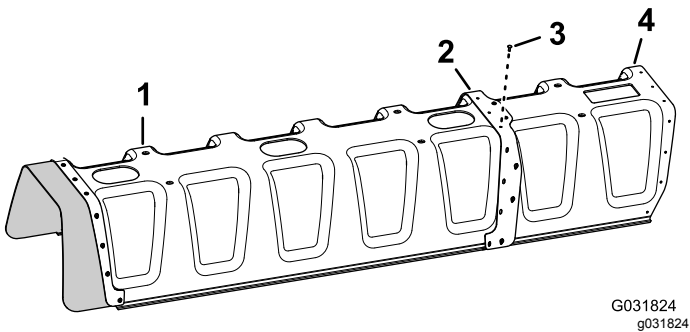

Bild 181
4. Befestigen Sie die Abdeckungsverlängerung mit 11 Blindnieten (Toro Bestellnummer 114439) an der 11. Düsenabschnittsabdeckung (Bild 181).